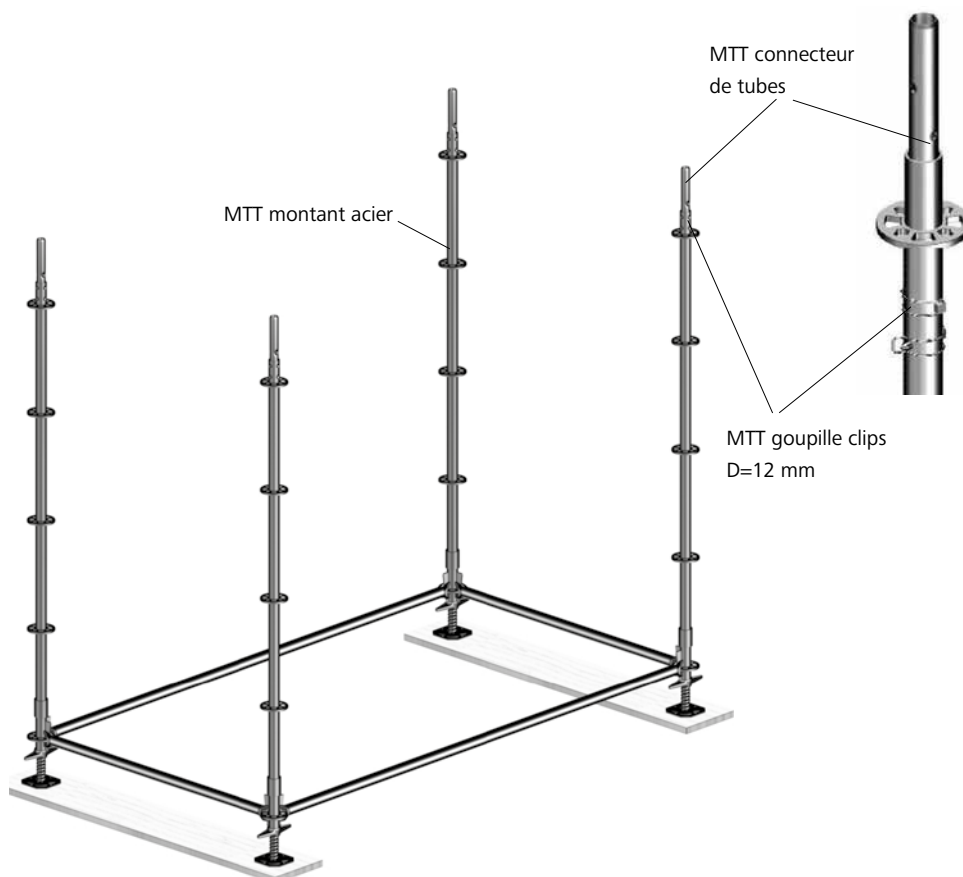

Fig. 9.3
8. Emboîter les montants acier MTT (Fig. 9.3).